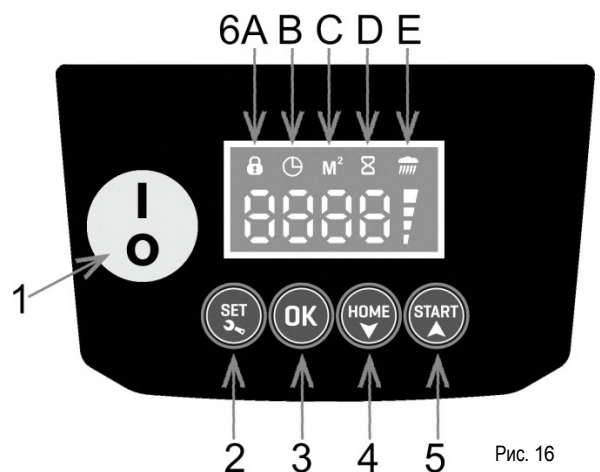
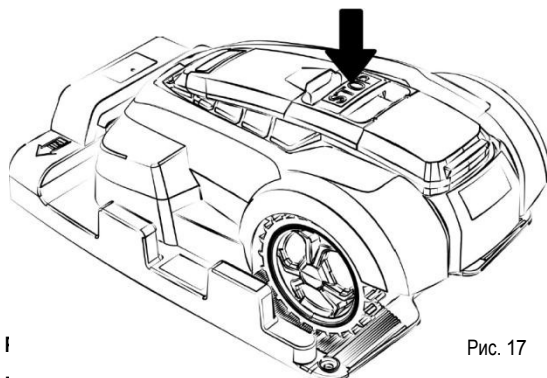

Рис. 16
Рис. 17
3. Введіть початковий PIN-код, який встановлений на: 0000 (**А на рис. 16**). Введіть кожну цифру за допомогою клавіш зі стрілками та підтвердіть введення кнопкою ОК.
Щоб вимкнути робота, натисніть кнопку **STOP (Рис. 17)**, відкрийте кришку і встановіть головний вимикач в положення "0" (**Рис. 16**).
1. Натисніть кнопку **STOP (Рис. 17)**. Робот припинить косіння.